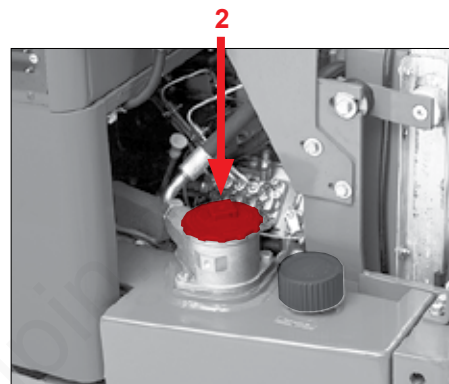

Fig. 117
Det hydrauliske system er udstyret med et returfilter pos. 2 (Fig. 117). En indbygget bypass-ventil sikrer returfilteret mod overtryk